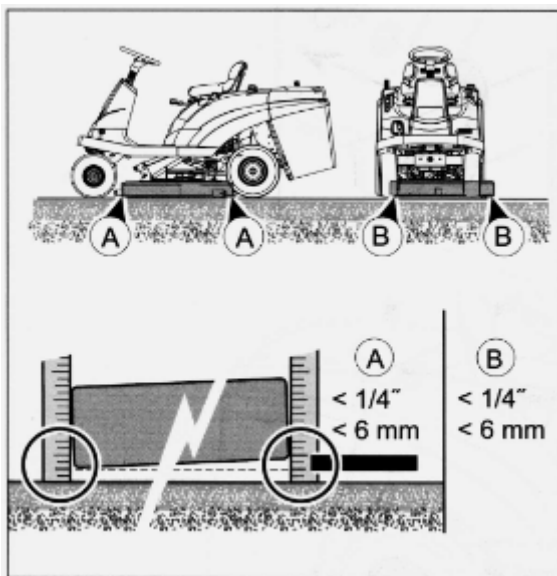

Рис. 27
11. Замеряйте расстояние между землей и декой (спереди и сзади). Расстояние должно быть в пределах 6 мм (см. рис. 27, А). Если расстояние отличается, повторите действия с п. 4 по 10.
- а. Должно составлять не более 6 мм (см. рис. 27, В).